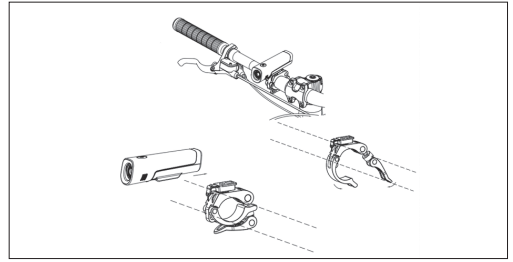

Figura 9-1
- a. Monte la luz delantera en el manillar, como se muestra en la **Figura 9-1**.